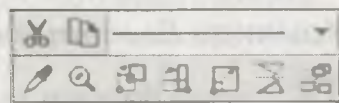

Рис. 9.2. Контекстная панель
**Контекстная панель** (рис. 9.2) отображается на экране при выделении объектов документов, а также при щелчке мышью в свободном месте документа. Панель содержит кнопки вызова наиболее часто используемых команд редактирования и обеспечивает